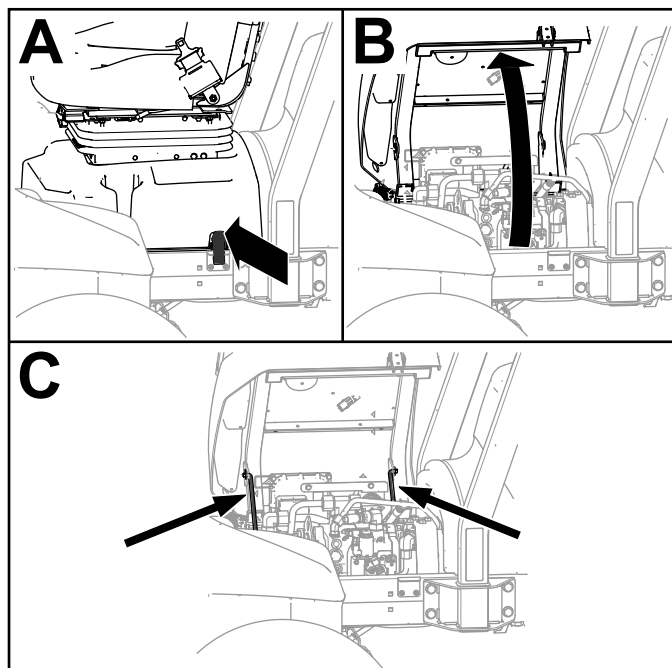

Figure 104
1. Déverrouillez le socle du siège (A de Figure 104).
2. Basculez le siège et son socle (B de Figure 104).
3. Soutenez-les dans cette position avec les béquilles (C de Figure 104).